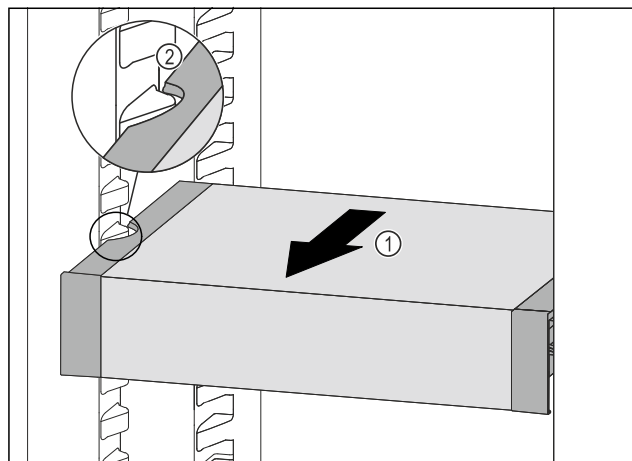

Fig. 131
- ▶ Вытягивайте VarioSafe вперед Fig. 131 (1), пока боковые выемки VarioSafe не окажутся на высоте выступа резервуара в холодильном отделении. Fig. 131 (2)